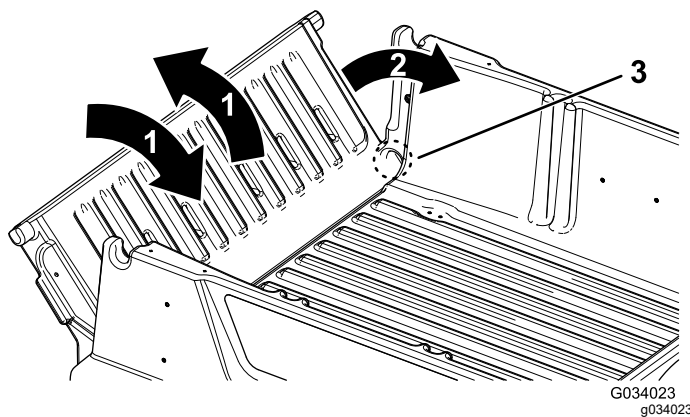

Figura 18
- Mueva el portón trasero varias veces hacia adelante y hacia atrás, con breves sacudidas (Figura 18).
- Gire el portón trasero a un ángulo de 45° aproximadamente (Figura 18).